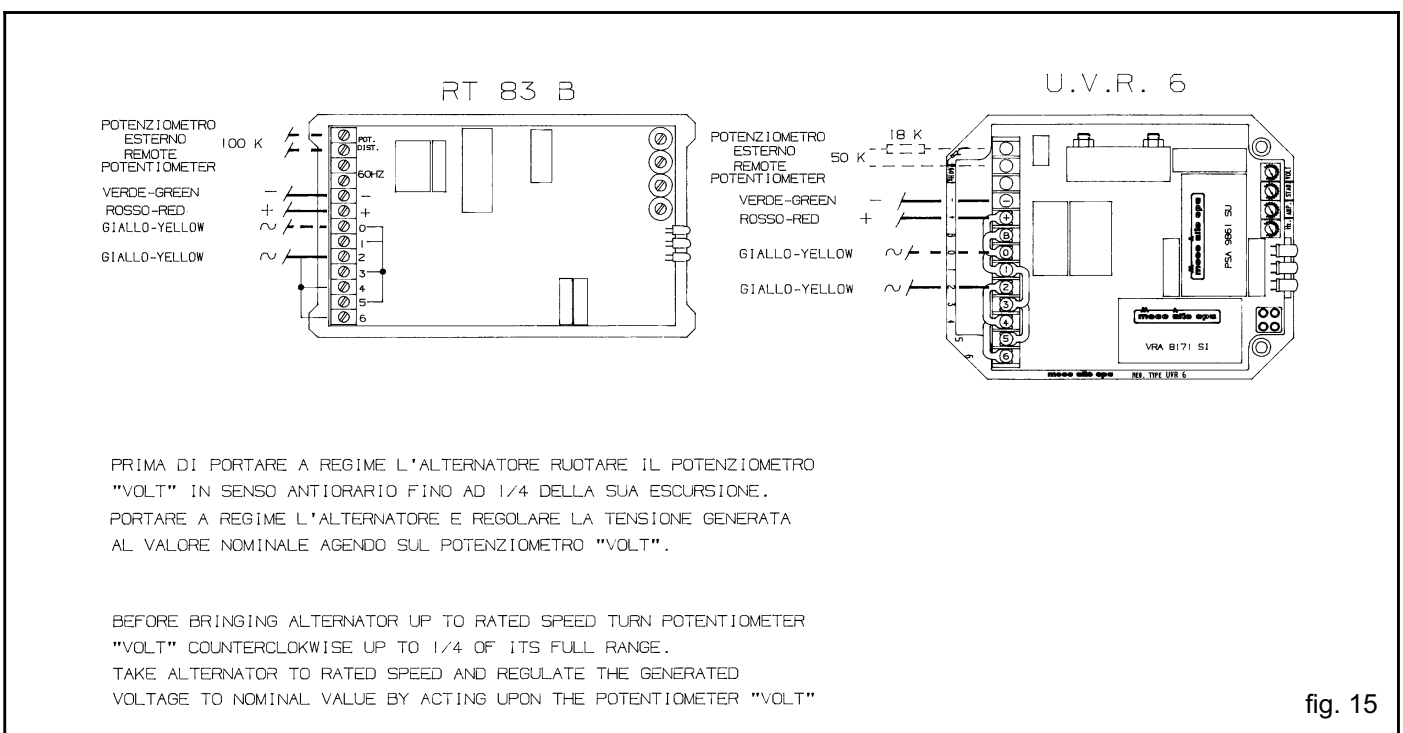

fig. 15
2.8.4) Sostituzione del regolatore RT83B (fig. 15)
2.8.4) Replacing the RT83B regulator (fig. 15)